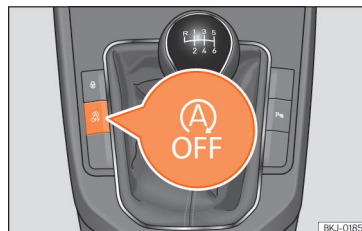

Abb. 213 Mittelkonsole: Taste des Start-Stopp-Systems.
- Um das Start-Stopp-System manuell aus-/einzuschalten, drücken Sie die Taste  »» **Abb. 213**.